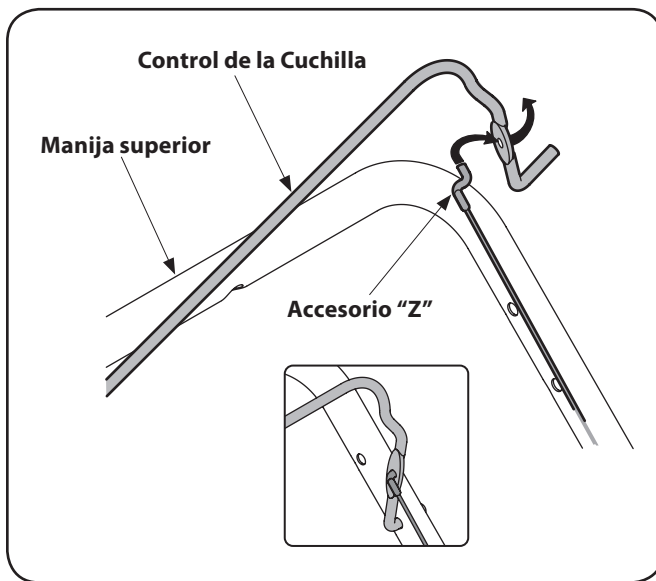

Figura 3-6
1. Para facilitar el acoplamiento del accesorio Z, quite temporariamente el lado izquierdo del control de la cuchilla como se muestra en Figura 3-6.
- Enganche el extremo "Z" del cable de frenado en la manija, desde el interior hacia el exterior. Vea Figura 3-6.